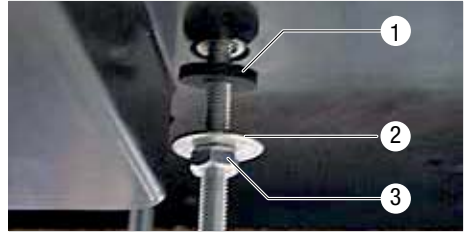

Bild 16
- Auf Stehbolzen M6 von oben nach unten montieren (Bild 16):
- eine Gummi-Unterlegscheibe (1),
- eine Unterlegscheibe (2),